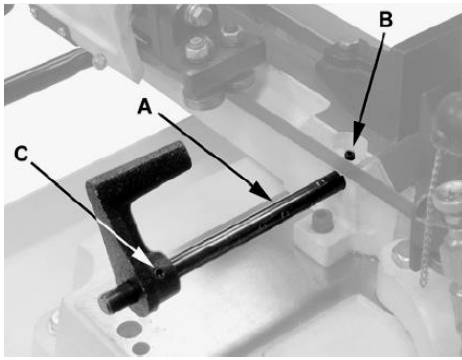

Fig 6
Monter la barre de la butée (A, Fig 6) au socle avec la tige filetée (B).